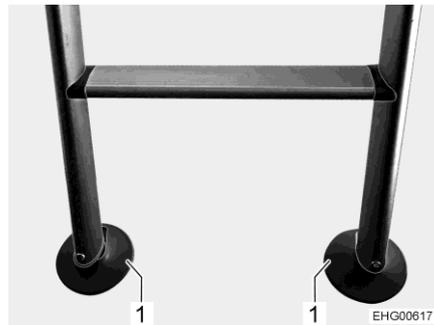

Fig. 57 Pieds en plastique sur l'échelle de montée
- Mettre les deux pieds en plastique (Fig. 57,1) en place en bas de l'échelle de montée. Cela confère une bonne stabilité à l'échelle de montée et le revêtement de sol n'est pas endommagé.
- Rabattre les deux pieds en plastique (Fig. 57,1) en bas de l'échelle de montée.